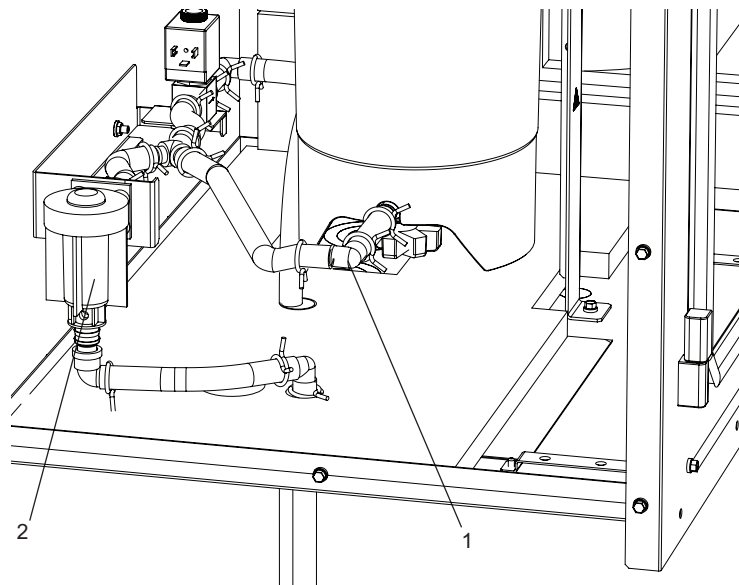

Abb. 20: Anschluss Ablaufschlauch – RS-OC mit Kalk-Auffangbehälter
**Hinweis:** Das Verfahren zum Ausbauen des Dampfzylinders ist identisch mit dem für die Geräte in Innenräumen (Komplettentleerung option ist standard). Entfernen Sie zuerst den Frostschutz-Abflussschlauch und dann den Kalk-Auffangbehälter (Siehe Abb. 20). Nun kann der Dampfzylinder ausgebaut und gereinigt werden.